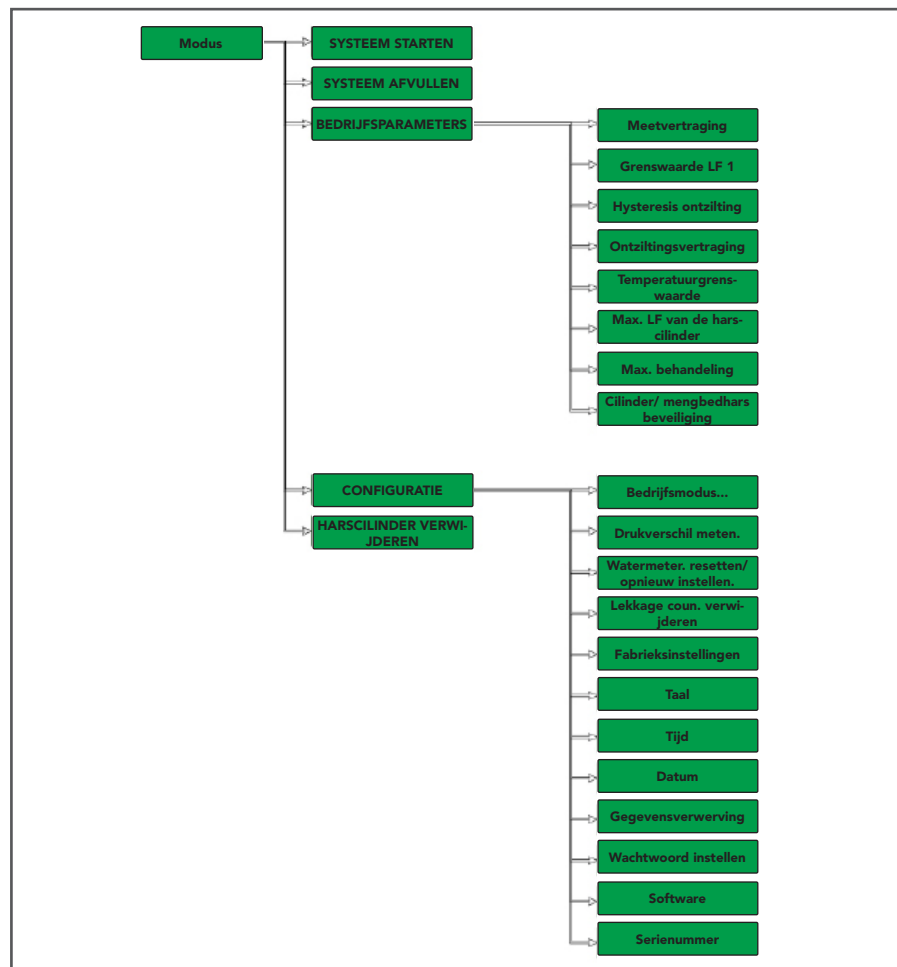

Fig. 3-4: Menustructuur van de regelaar
- C Voorpaneel (scharnierend) met SD-kaartsleuf (zie Afb. 3-4)